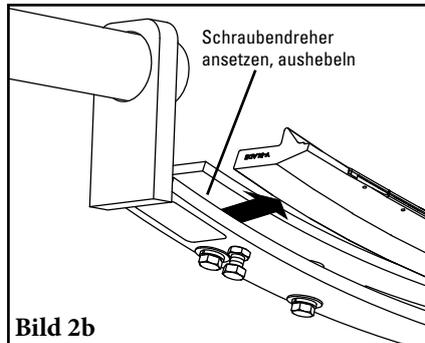

Bild 2b
- An einem Ende einen Schraubendreher unter dem Abstreifblatt ansetzen und damit das Abstreifblatt leicht an- und aus der Halterung heraushebeln (Abb.2b). Das Abstreifblatt von Hand herausziehen, sobald es beweglich ist.